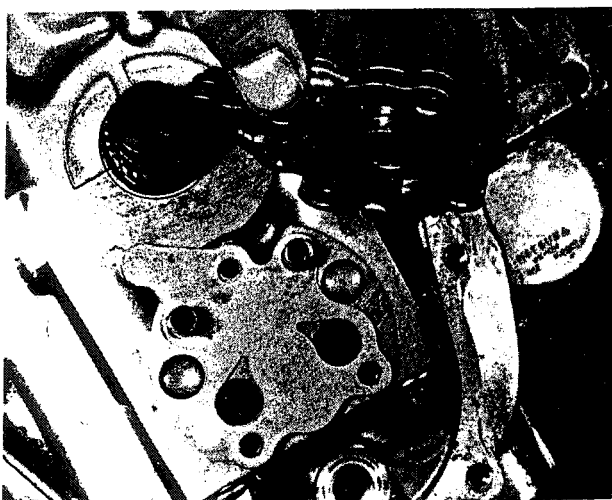

Bild 193
- Die Befestigungsschrauben der Ölpumpe lösen und die Ölpumpe mit der Dichtung ausbauen. Den Mitnehmerstift von der Pumpenwelle abnehmen und beiseite legen (Bild 193).